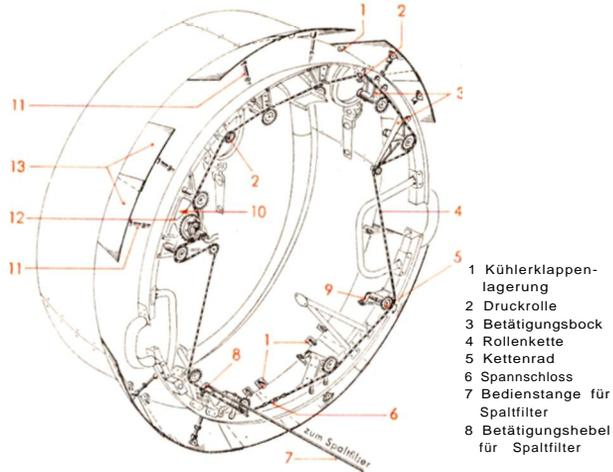
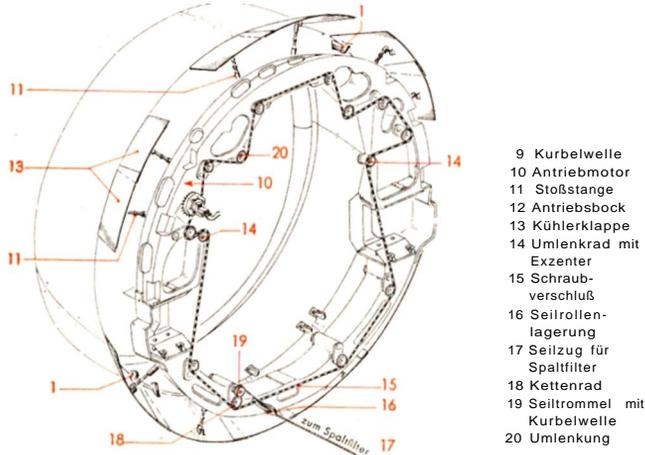

Abb. 12 Motorspant I in Blechausführung mit Kühlerklappenbetätigung
Abb. 13 Motorspant I in Gußausführung mit Kühlerklappenbetätigung
Der Kühlerspant (14), auf dem die Kühlersegmente gelagert sind, ist durch fünf Gummipuffer (12) mit einem Stirnblech (13) elastisch verbunden. Das Stirnblech ist mit sechs Schrauben am Getriebedeckel des Motors angeschraubt. Der Motorspant I, der als Blechspant oder als Gußspant ausgeführt ist, besteht aus Spantoberteil sowie Spantunterteil und ist mit vier Spantstützen elastisch am Motor befestigt. Spantoberteil (1) und Spantunterteil (10) sind durch Verbindungsbügel (8) zusammgehalten (siehe hierzu auch Abb. 12 und 13). Zum Ableiten der
Die Kühlerklappenbetätigung erfolgt mittels eines am Motorspant I befestigten Antriebsmotors (10) (Abb. 12 und 13), der durch eine endlose Rollenkette (4) über Kettenräder (18) die Kurbelwellen mit den an Stoßstangen (11) gelagerten Kühlerklappen (13) verstellt. Der Schalter für den Antriebsmotor befindet sich auf dem Bedientisch an der linken Führerraumseitenwand (siehe auch Hauptabschnitt 7 „Triebwerksanlage“ unter „Bedienanlage“).
Die Filterbetätigung erfolgt bei eingebautem Blechspant mittels einer Bedienstange (7) (Abb. 12) und bei eingebautem Gußspant über einen Seilzug (17) (Abb. 13).